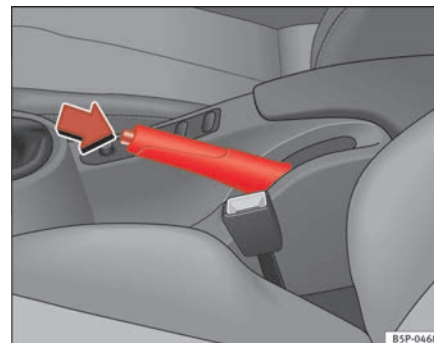

Fig. 147 Freno de mano entre los asientos delanteros
⇒ fig. 147.
- Tire ligeramente de la palanca hacia arriba, presione el botón de desbloqueo en la dirección de la flecha ⇒ fig. 147 y baje completamente la palanca ⇒ ⚠.